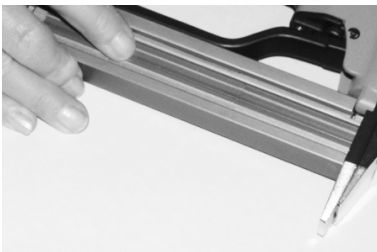

Abbildung 4
2. Legen Sie den Nagler wie in Abbildung 4 gezeigt nieder.